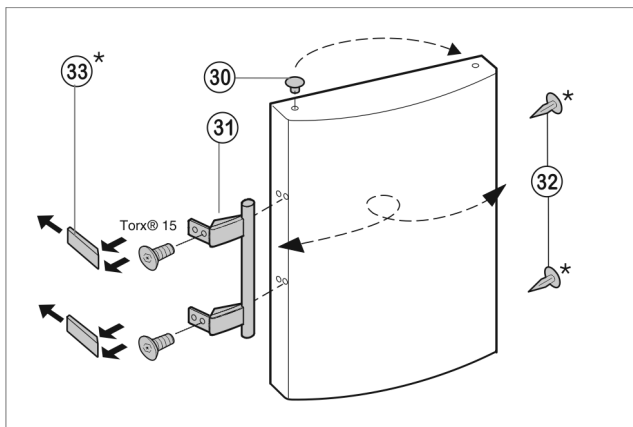

Fig. 9
- ▶ Извлеките пробку Fig. 9 (30) из опорной втулки дверцы и переставьте.
- ▶ Снимите и переставьте на противоположную сторону дверную ручку Fig. 9 (31), пробку Fig. 9 (30) и прижимные пластины Fig. 9 (33).